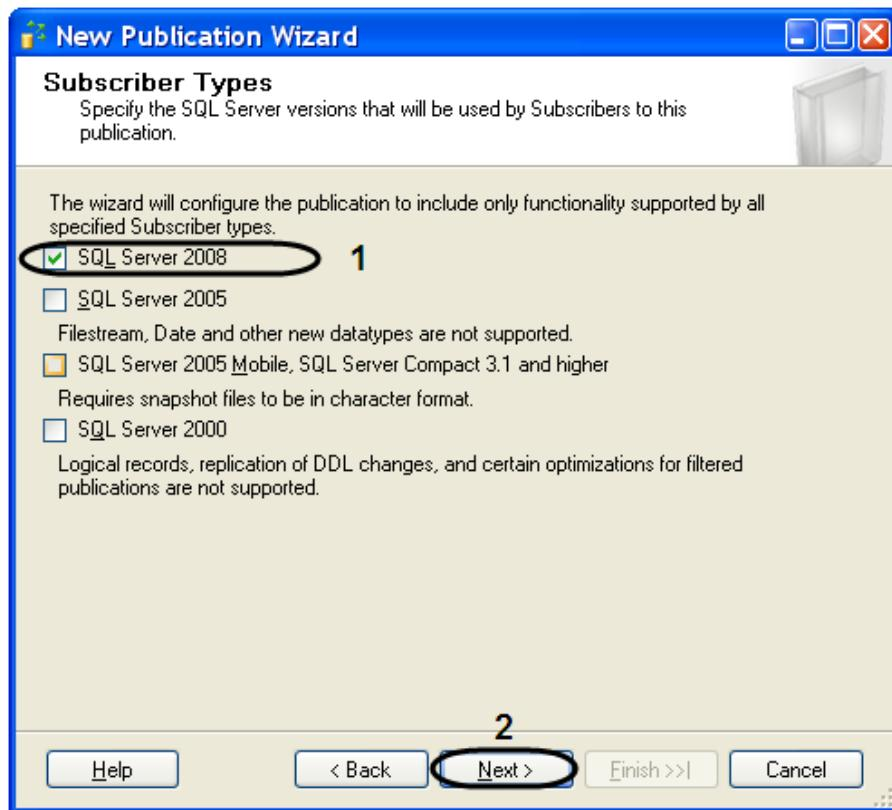

Рис. 11.3—6. Выбор типа подписчика
- 10.7. Указать объекты базы данных для включения в публикацию, установив флажок «Tables» (Рис. 11.3—7, 1).